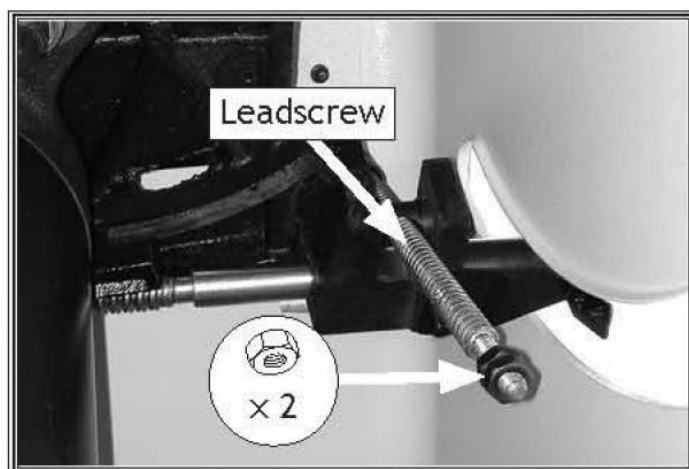

Рисунок 101. Расположение стопорных гаек под углом 90°.
5. Ослабьте (2) шестигранные гайки М8-1.25 на ходовом винте (см. рисунок 101).